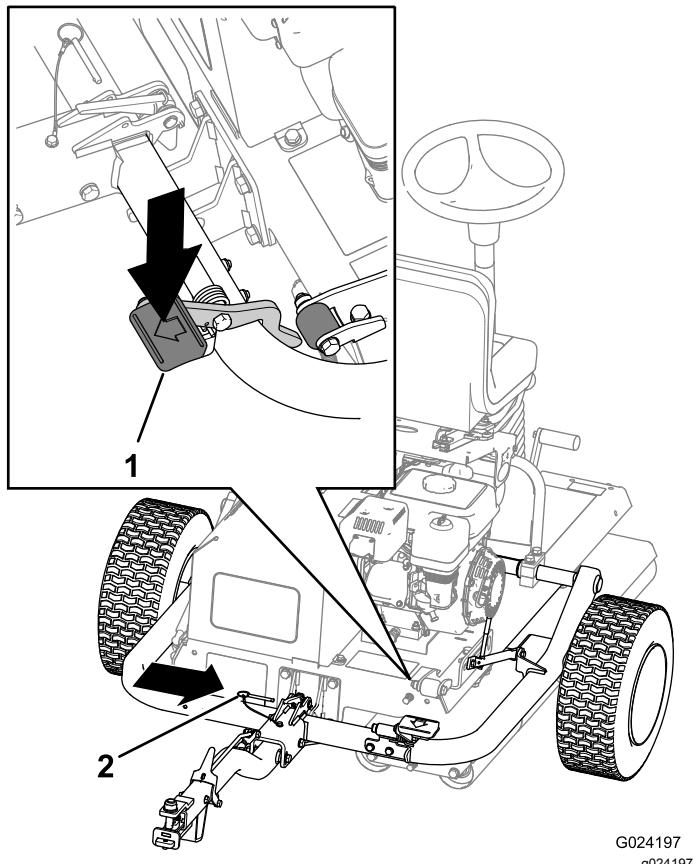

Figura 27
- C. Premete il pedale dell'attacco in modo che l'attacco si blocchi in posizione (Figura 27).
- D. Inserite il perno di bloccaggio (Figura 27).